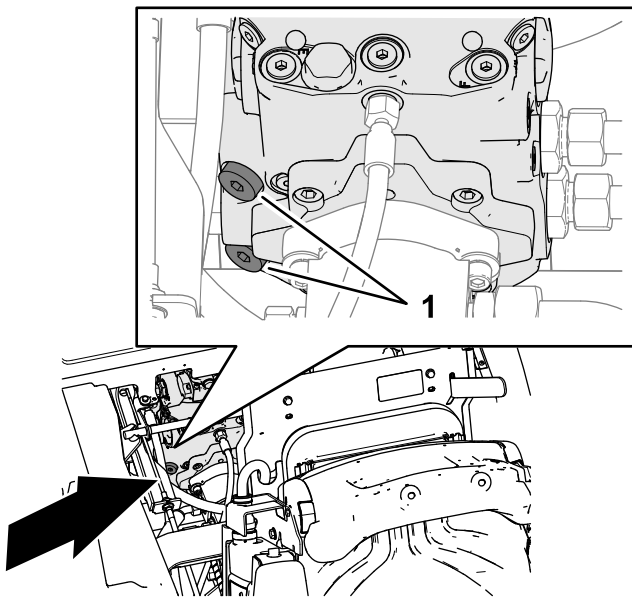

Figura 38
3. Utilice una llave allen de 8 mm para girar los 2 tapones de cabeza hexagonal de las válvulas de alivio de la bomba de la transmisión 3 vueltas en sentido horario (Figura 38).